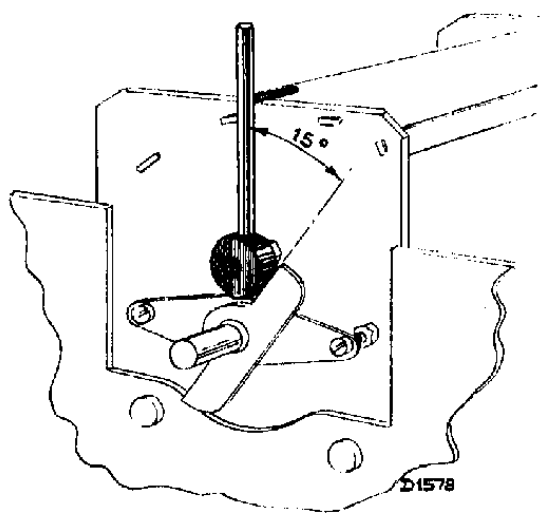

Fig. 3
1. Breng de 15° mal aan (fig. 3) en draai de af-